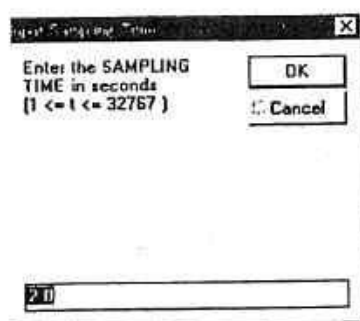

図 9
- ①照度計とPCが接続されているか確認して下さい。
- ②「PC SANPLING」ボタンをクリックすると図9が表示されます。サンプリングタイムを1秒以上から32767秒以下の間で設定し、「OK」ボタンをクリックして下さい。